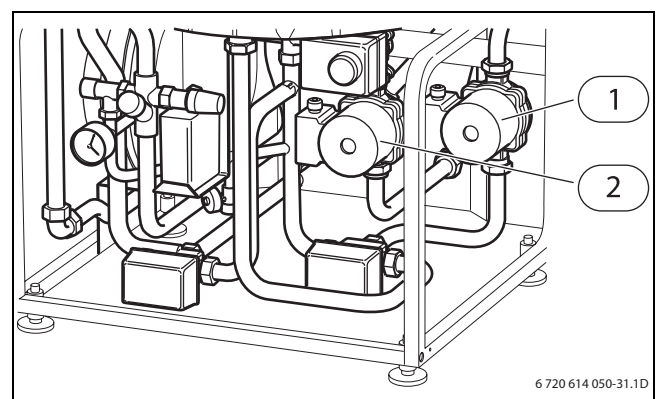

Fig. 83 Tilkoblingsfrirom innvendig enhet
- ▶ Kontroller om varmebærer-pumpen har stanset (→ fig. 83 på side 59).
- ▶ Kontroller om primærpumpen har stoppet (→ fig. 83, [1], side 59).